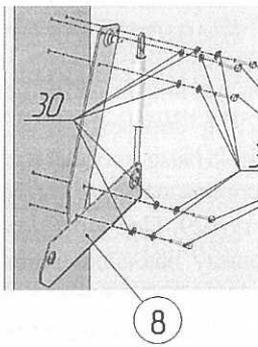
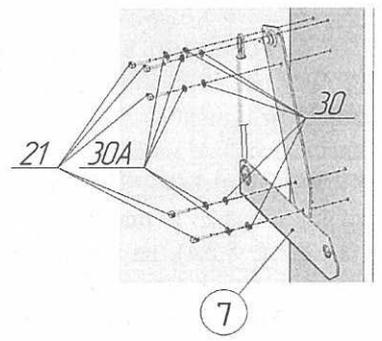

Рис.6.1 Слева
Рис.6.2 Справа
6. Присоединить к боковинам короба механизмы подъёма, используя болт М8х25 поз.21, шайбы Ø8 поз.30, шайбы стопорные Ø8 поз.30А (рис.6.1 и 6.2).
**ВНИМАНИЕ!!!** ШАЙБА СТОПОРНАЯ Ø8 ПОЗ. 30А ДОЛЖНА НАХОДИТЬСЯ МЕЖДУ ШАЙБОЙ Ø8 ПОЗ.30 И ГОЛОВКОЙ БОЛТА ПОЗ.21 (СМ. РИС. 6.1 И 6.2).
21. Приложить кожух левый поз.35А к механизму, установленному слева (рис.6.1, 17.1). Кожух располагать так, чтобы он опирался на наклонную и верхнюю кромки механизма. Завернуть шурупы поз.37 в отверстия до упора. Аналогичную операцию произвести с кожухом правым поз.35 (рис.6.2, 17.2).